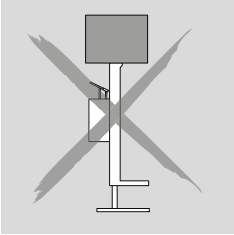

Abb. 4.2
- Lasten dürfen nur einseitig angehoben werden. Die Last darf nicht komplett angehoben werden (Abb. 4.2).